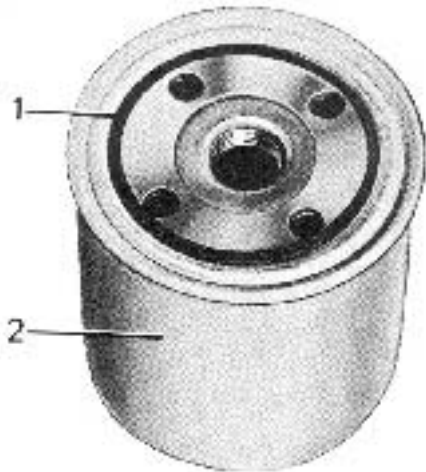

Bild D4 Oljefilter
Oljefiltret (bild D4) är tillsammans med insats och överströmningsventil som en enhet fastskruvad på en nippel i blocket.
2. Stryk olja på det nya filtrets gummipackning (1, bild D4) och se till att anliggningsytan för oljefiltret är fri från smuts. Packningen glider genom oljebestrykningen bättre mot tätningssytan. Skruva på filtret för hand tills det just berör tätningssytan.